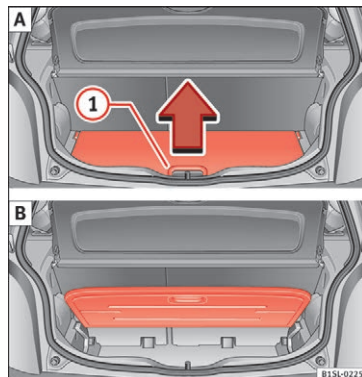

Fig. 138 A: åbning af variabel bagagerumsbund. B: opklappet variabel bagagerumsbund
- For at *klappe bagagerumsbunden op* skal du løfte grebet » **Fig. 138 ①** i pilens retning og trække bunden helt op » **Fig. 138 B**.